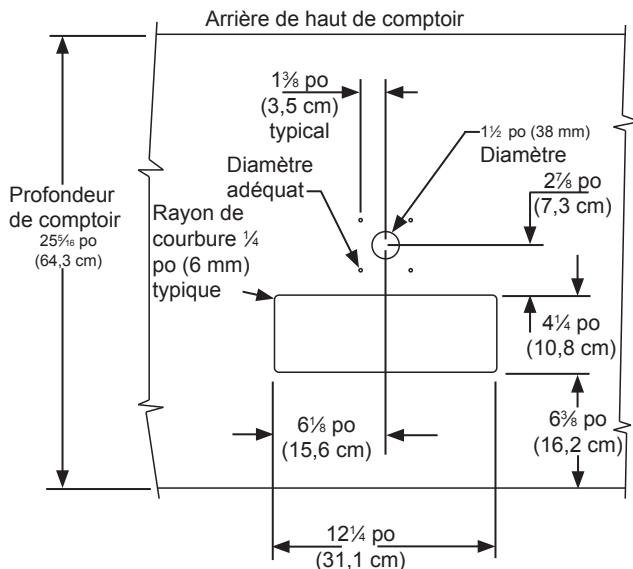

Figure 31
Les dimensions de découpe montrées en Figure 31 sont basées sur un haut de comptoir de profondeur 25 $\frac{5}{16}$ po (64,3 cm). Votre comptoir peut avoir une dimension différente et nécessite un autre positionnement d'avant à arrière. Référez-vous aux dimensions de produit en pages 6 et 7 pour déterminer les mesures requises.
4. Si vous installez votre réfrigérateur à fûts sous un comptoir, vous devrez percer 5 orifices dans le dessus de comptoir pour y monter la tour. Le premier de ces orifices fait 1 $\frac{1}{2}$ po de diamètre au centre de l'emplacement de la tour, pour la conduite de bière, à situer à environ 13 $\frac{1}{2}$ po (34,3 cm) du bord avant du haut de comptoir (sur la base d'une largeur de comptoir standard de 25 $\frac{5}{16}$ po). Ensuite vous percez 4 orifices de montage selon les dimensions de la Figure 31. Leur diamètre dépend du matériau du haut de comptoir et de l'éventuelle nécessité de chevilles. Les vis fournies sont dans le paquet de la littérature, ce sont des vis en acier inox type AB de 10 x 1 po. Marquez et réalisez la découpe pour le puisard de drainage. Une fois les orifices percés et le réfrigérateur pour fûts en place sous le dessus de comptoir, passez la conduite de bière au travers du joint de la tour, dans le orifice de 1 $\frac{1}{2}$ po dans le dessus de comptoir, et le orifice en haut du réfrigérateur pour fûts. Montez la tour sur le dessus de comptoir avec les 4 vis fournies. Placez le puisard de drainage, tiré du paquet de littérature, dans la découpe rectangulaire avec son encoche ronde vers l'arrière contre la tour, et placez la grille dessus.